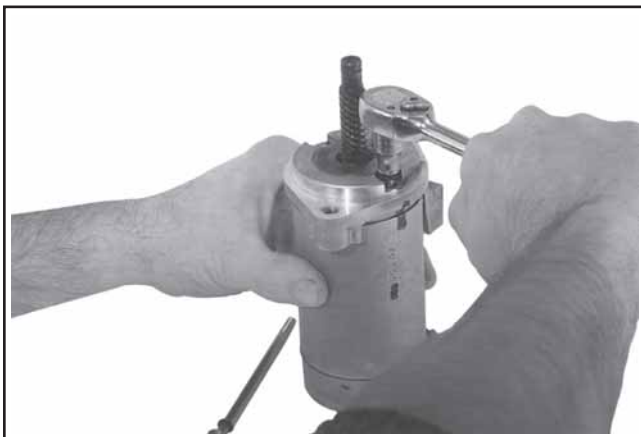

Figure 8-41. Retirer les boulons traversiers du démarreur.
4. Retirer les deux boulons traversiers, avec les joints toriques, depuis le démarreur. Voir la figure 8-41.